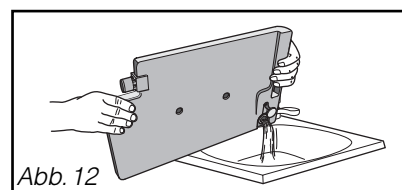

Abb. 12
Der Auffangbehälter muss nach jedem Trocknungsgang entleert werden (Abb. 12).
- Entleeren Sie den Behälter (Abb. 12).